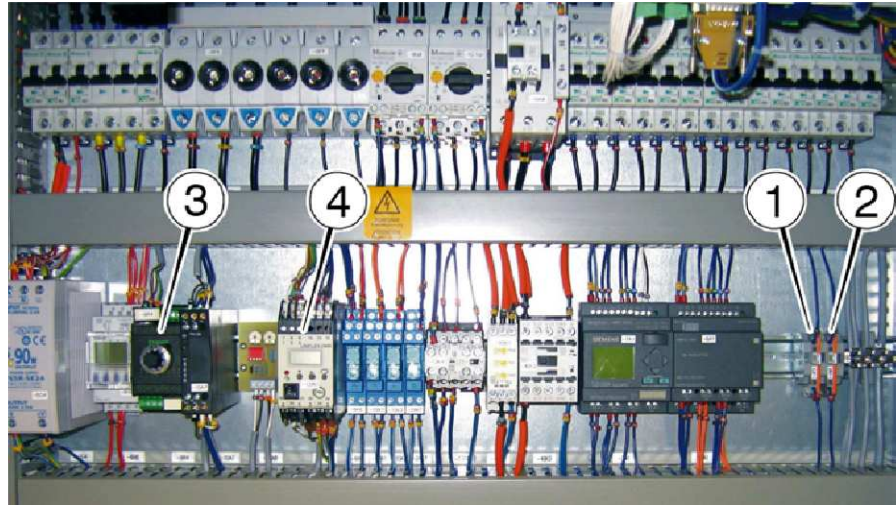

Abb. 4-5
3. Druckpotentiometer im Schaltschrank/Schaltpult (3, Abb. 4-5) so einstellen, dass die gewünschte Klebstoffmenge gefördert wird.